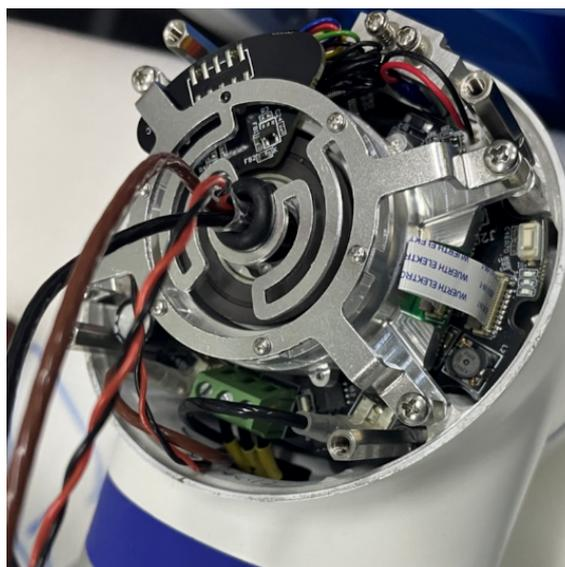

图 3-19: 套入护线环
- 护线：将橡胶护线环从束线架一侧线缆接头上套到线缆上的热缩管上，之后将护线环套入到束线架上，如图 3-19所示；